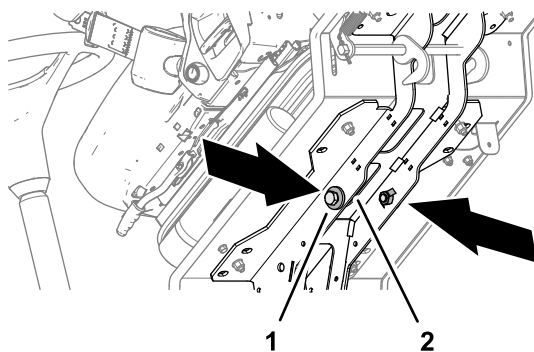

**Figura 42**
4. Rimuovete i 2 bulloni (12 x 40 mm) e le 2 rondelle (12 mm) che si trovano nelle guide di sostegno della pedana (Figura 42).